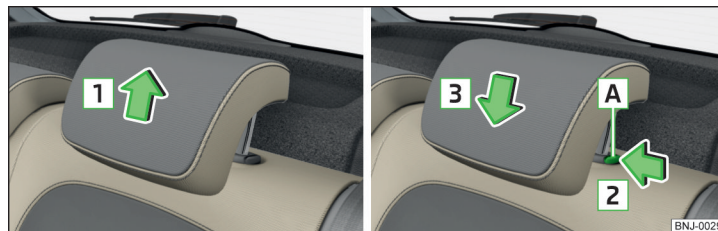

Abb. 61 Kopfstützen: nach oben verschieben / nach unten verschieben
► Die Stütze in Pfeilrichtung **1** verschieben » Abb. 61.
- Die Sicherungstaste **A** drücken und in Pfeilrichtung **2** halten » Abb. 61.